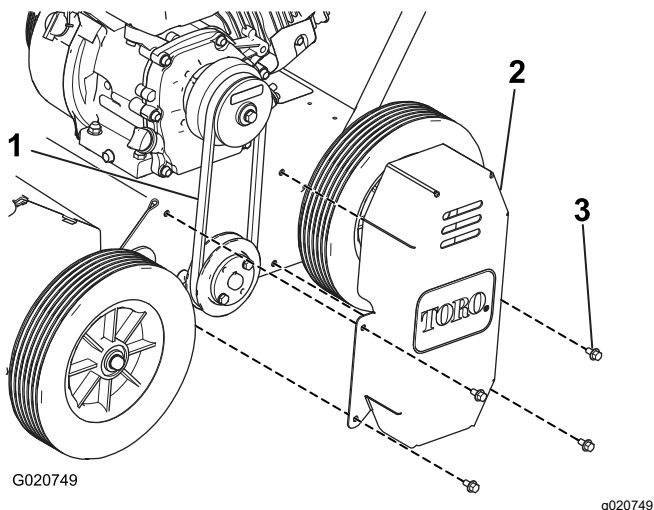

Figure 19
2. Retirez les 4 boulons qui fixent le couvercle de la courroie sur le côté gauche de la machine, et déposez le couvercle (Figure 19).
3. Contrôlez la tension de la courroie (Figure 19).